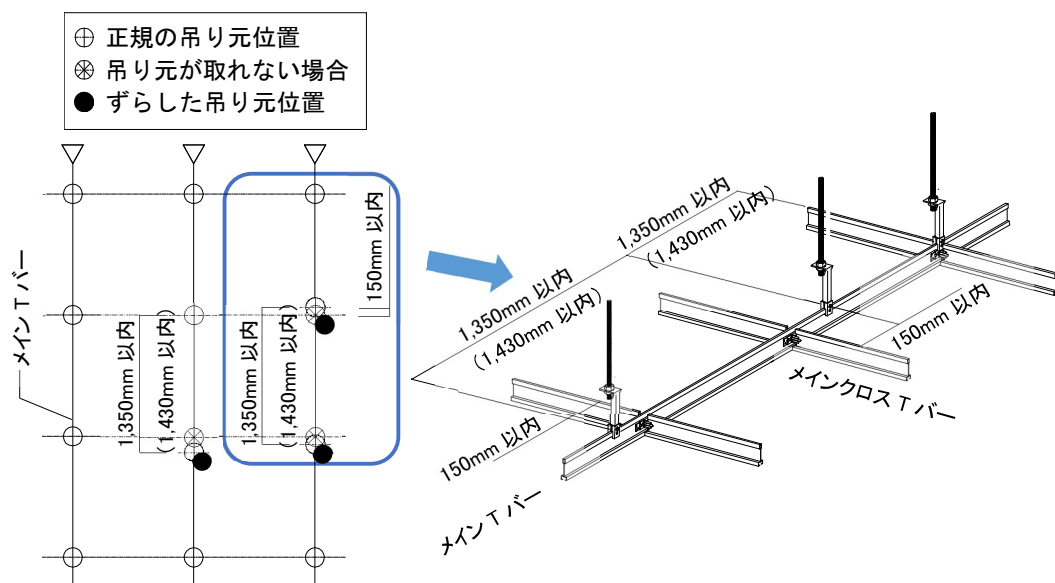

図2-3-2 吊りボルト設置時の注意事項
- ② ハンガーを組付けた吊りボルトをインサートにねじ込み、吊りボルトが鉛直になるように設置すること。
- ③ 吊りボルト設置時は、メインTバーとメインクロスTバーの交点  $1,200 \times 1,200 \text{ mm}$  または  $1,280 \times 1,280 \text{ mm}$  付近に直吊りする。やむを得ず交点から離れて吊る場合は、メインTバー方向、メインクロスTバー方向とも 150 mm 以内とし、吊りボルト相互の離れは 1,350 mm 以内 ( $1,280 \times 1,280 \text{ mm}$  の場合は 1,430 mm 以内) とすること。(図 2-3-2 参照)